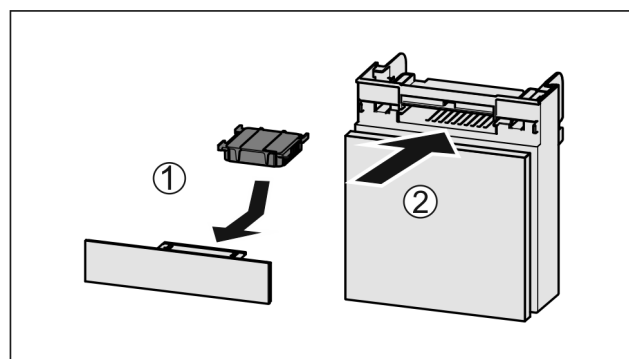

Fig. 160
- ▶ Anbring aktivkulfilteret som vis på billedet Fig. 160 (1).
- ▶ Skub rummet ind Fig. 160 (2).